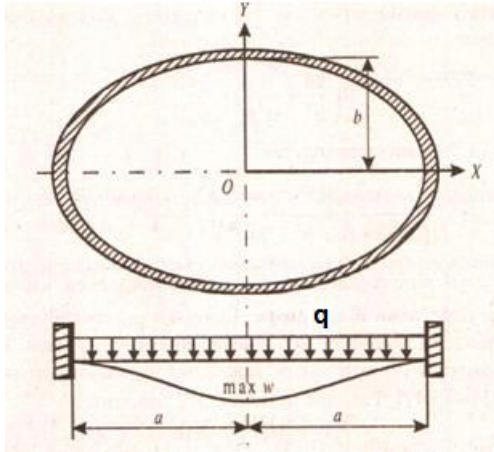

Рис. 10.1
10. На рис. 10.1 показана пластина с эллиптическим жестко закрепленным